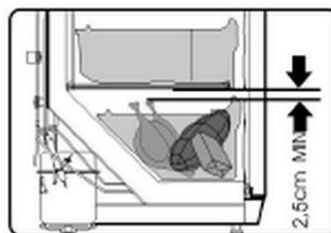

Fig. 6
4. Garder une distance minimale de 2,5 cm entre les produits congelés et la paroi supérieure (fig. 6).